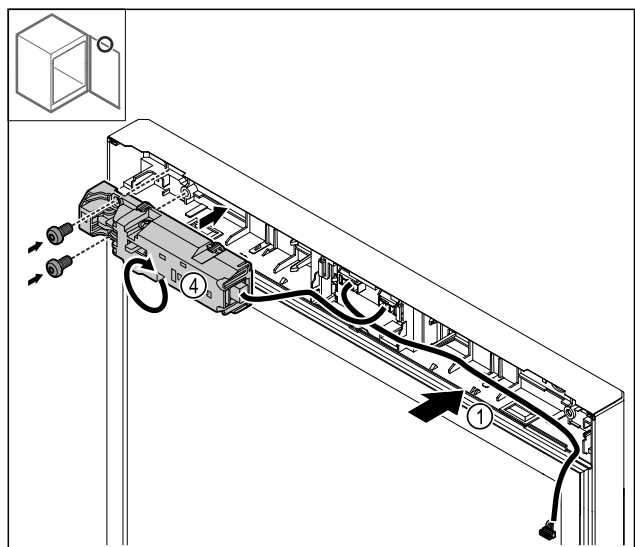

Fig. 25
- ▶ Kabel Fig. 25 (1) auf Gegenseite verlegen.